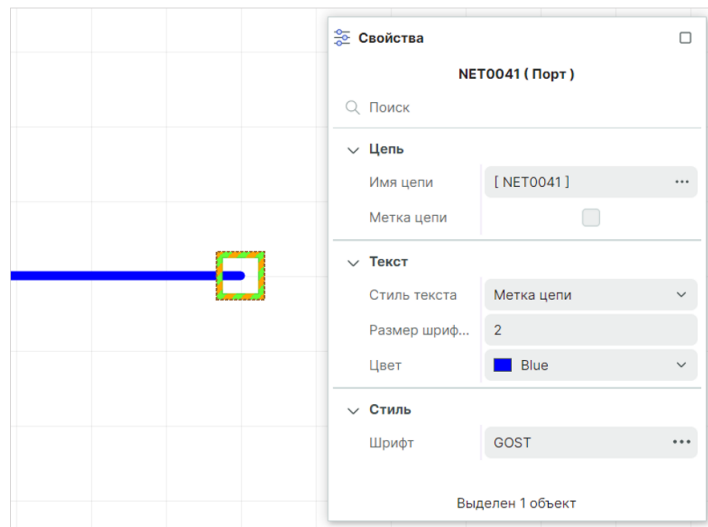

Рис. 124 Символ свободного окончания незавершенной цепи
1. Выделите символ свободного окончания цепи щелчком мыши, см. Рис. 124.